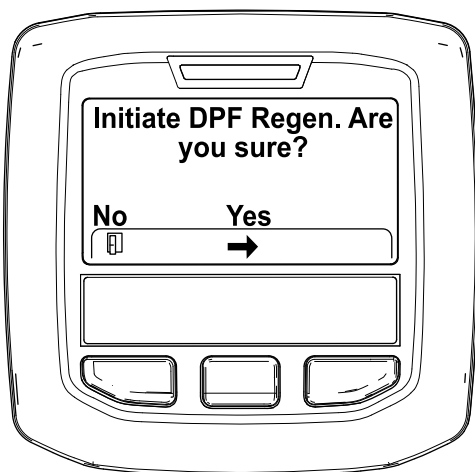

Рисунок 39
4. Когда появится сообщение "Initiate DPF Regen. Are you sure?" («Начать регенерацию DPF. Вы уверены?»), нажмите среднюю кнопку (Рисунок 39).